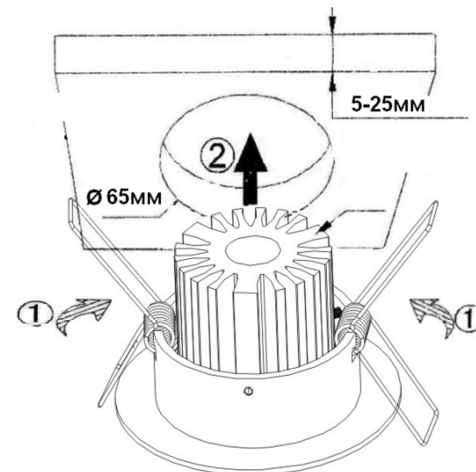

Рис.1. Установка светильника
- d) Установите светильник в подготовленный проем по направлению, указанному стрелкой 2 (Рис.1), предварительно прижав к корпусу фиксирующие клипсы 1, как показано на рисунке. Не допускайте пережатия питающих проводов. Убедитесь, что светильник надежно удерживается в проеме;
### 5. Подключение и установка светильника (Рис. 1)